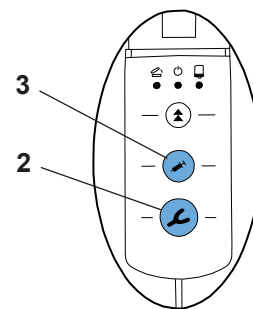

Fig. 8
- Programmet ST aktiveres automatisk, hvis operatøren trykker på en af forsyningstasterne (aftryksske (2, Fig. 8) eller aftrykssprøjte (3, Fig. 8)) uden at vælge et blandeprogram. Lampen tændes ved siden af .